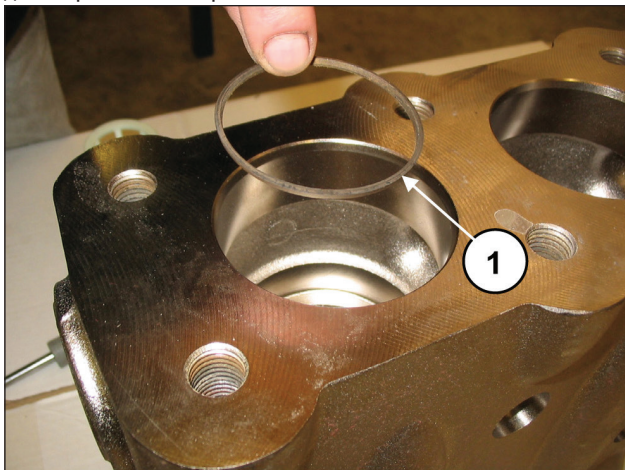

Рис. 102
Установите антиэкструзионное кольцо поз.№ 4 на детализовочном чертеже (поз. ①, Рис. 102).